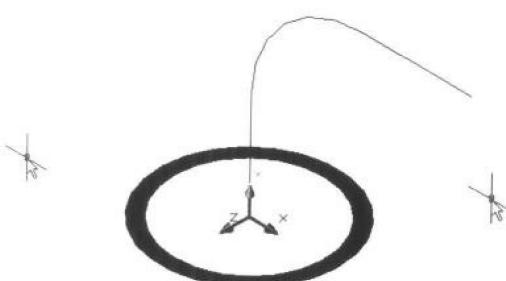

图 1-9 绘制水管轴线路径
- (3) 按照尺寸要求创建水管轴线路径，如图 1-9 所示。